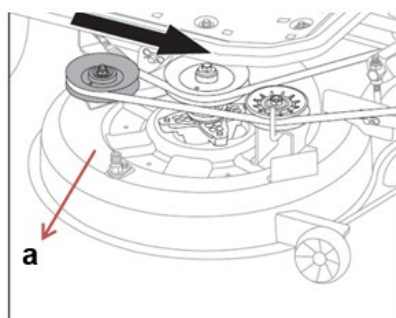

Fig. 25A
5. Tirare in avanti la puleggia tenditrice (a) (rispetto alla posizione dell'operatore, vedere Fig. B) per rimuovere la cinghia dal trattorino tosaerba (Fig. 25A).